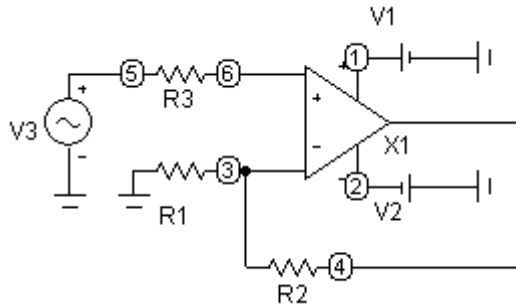

Рис. 1.20
1.9.1. В программе MicroCAP соберите модель электронного усилителя сигнала на базе операционного усилителя (ОУ), показанную на рис. 1.20.
В схеме на рис. 1.20 использовано неинвертирующее включение ОУ, при котором коэффициент усиления  $K_y$  устройства равен
В модели на рис. 1.20 выберите тип ОУ (например, GENERIC), установите уровень модели LEVEL=1, задайте  $R1 = R3 = (5 + G) \text{ кОм}$ ,  $R2 = (50 + 10 \cdot N) \text{ кОм}$ , частоту источника гармонического сигнала примите равной